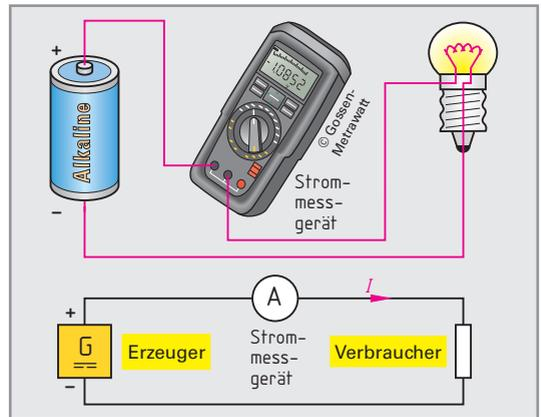
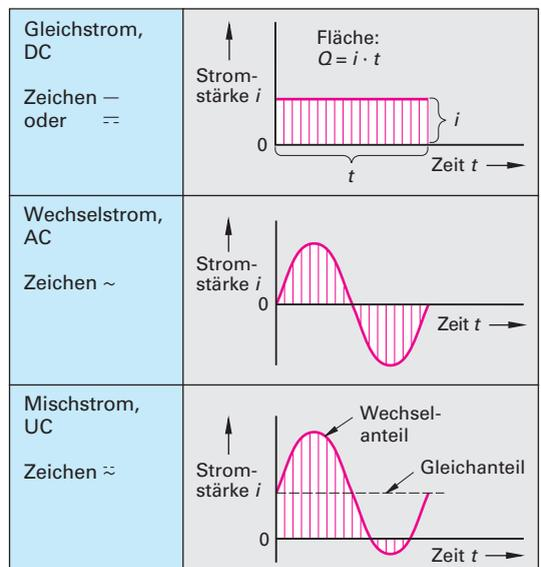

Bild 1: Strommessgerät
Bild 2: Stromarten
Den elektrischen Strom (Formelzeichen I) misst man mit dem Strommessgerät (**Bild 1**). Die Einheit der elektrischen Stromstärke ist das Ampere¹ (A).
Bei **Gleichstrom** bleibt der Strom bei gleicher Spannung konstant (**Bild 2**). Die Elektronen fließen vom Minuspol durch den Verbraucher zum Pluspol. Das Kurzzeichen für Gleichstrom ist DC (von Direct Current = gerichteter Strom, Gleichstrom).
Mischstrom entsteht durch die Addition (Überlagerung) von Gleichstrom und Wechselstrom. Wird in Bild 1 der Gleichstrom zu dem Wechselstrom addiert, so erhält man den Stromverlauf (**Bild 2**).